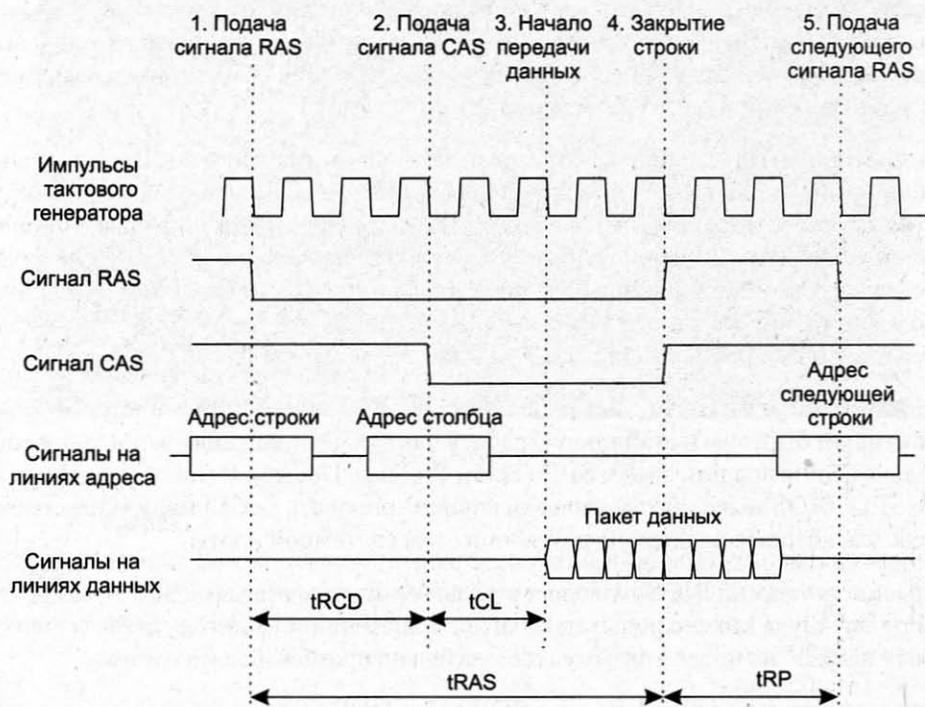

Рис. 9.2. Упрощенная схема чтения данных из модуля памяти
Для современных модулей памяти SDRAM и DDR выделяют четыре основных тайминга и один параметр работы контроллера памяти. Для понимания их сути кратко рассмотрим работу контроллера памяти (рис. 9.2).
При указании характеристик модуля памяти тайминги обычно указывают по следующей схеме: tCL–tRCD–tRP–tRAS–CR, например модуль памяти Kingston, 1GB DDR2 PC2-5300 имеет тайминги в штатном режиме 4–4–4–12–1T. Параметр Command Rate (CR) может не указываться, и тогда тайминги будут записываться последовательно из четырех чисел (4–4–4–12). Если посчитать количество импульсов тактового генератора между основными этапами работы контроллера на рис. 9.2, то можно получить схему таймингов 2–3–3–7, что характерно для памяти DDR.